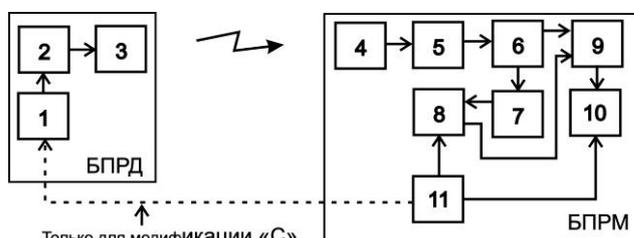

Рис. 6.5
6.2.1 Управляемый генератор 1 (см. рис. 6.5) вырабатывает импульсную последовательность определенной скважности. Под действием импульсов с генератора 1, модулятор 2 формирует последовательность СВЧ-радиоимпульсов, которые поступают на передающую антенну 3. Передающая антенна 3 излучает СВЧ-радио-импульсы в направлении приемной антенны 4. Образовавшееся между передающей 3 и приемной 4 антеннами электромагнитное поле является источником полезных сигналов для обнаружения объектов, пересекающих данное электромагнитное поле. С выхода приемной антенны СВЧ-радиоимпульсы поступают на вход, детектора 5 и далее на усилитель 6, с первого выхода которого сигнал поступает на вход компаратора 7, информирующего узел управления 8 о наличии на выходе усилителя 6 импульсов.